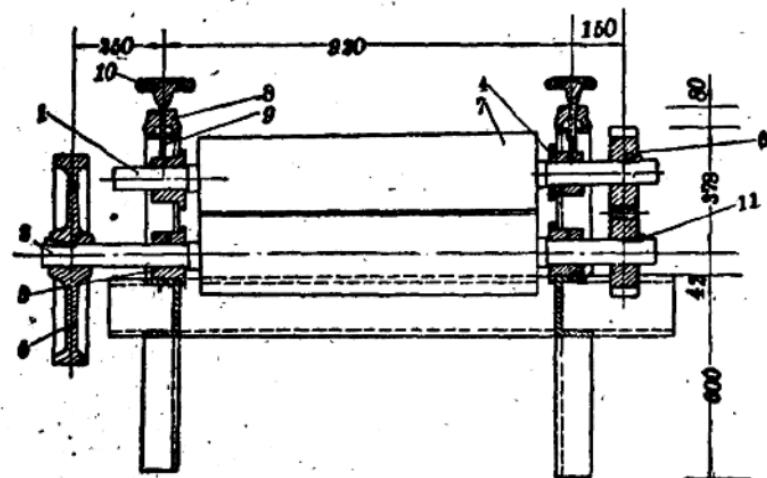

图 2-11 伸变机装配
(图中編號請看图2-11)
2. 制造說明：按总体装配图2-11来装配。